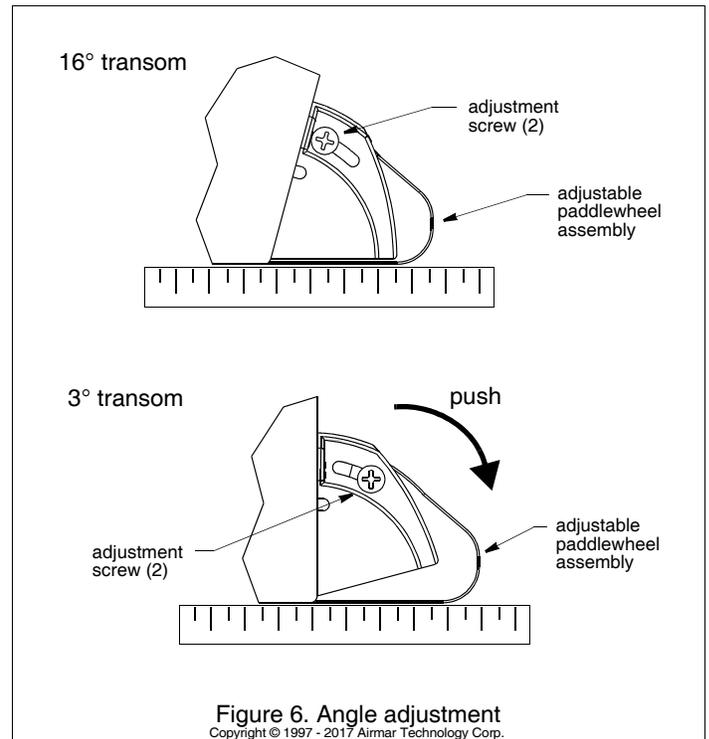

Figure 6. Angle adjustment
1. 船底に直定規を当て、調整可能なパドルホイール・アセンブリを直定規に接触するまで押し下げ、船底と同一平面になりますようにします (図6)。調整ネジを1/4回転させ、ぴったりと締め付けます。締めすぎないでください。